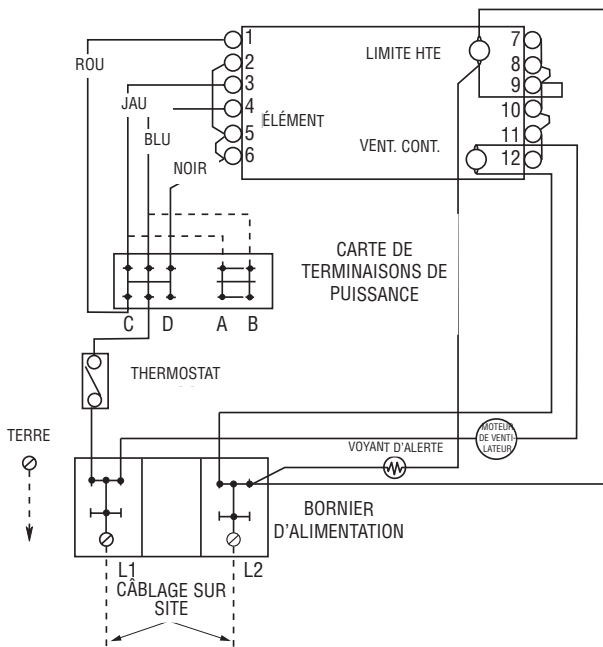

Figure 7A – Schéma de câblage FUH54C
**REMARQUE :** Pour diminuer la puissance de sortie du radiateur de chauffage consultez la partie "Réglage de puissance de chauffage" au Tableau 2 et le schéma de câblage en Figure 7A et 7B.
La puissance de sortie peut être augmentée ou diminuée en déplaçant des fils sur la carte de terminaisons pour modification de puissance. Le radiateur est câblé en usine au BTU maximum nominal par heure. Si une quelconque application demande moins de puissance de sortie, demandez moins de puissance de sortie, suivez et déplacez les fils convenables sur la carte de terminaisons comme c'est montré au schéma de câblage en Figure 7A et 7B.